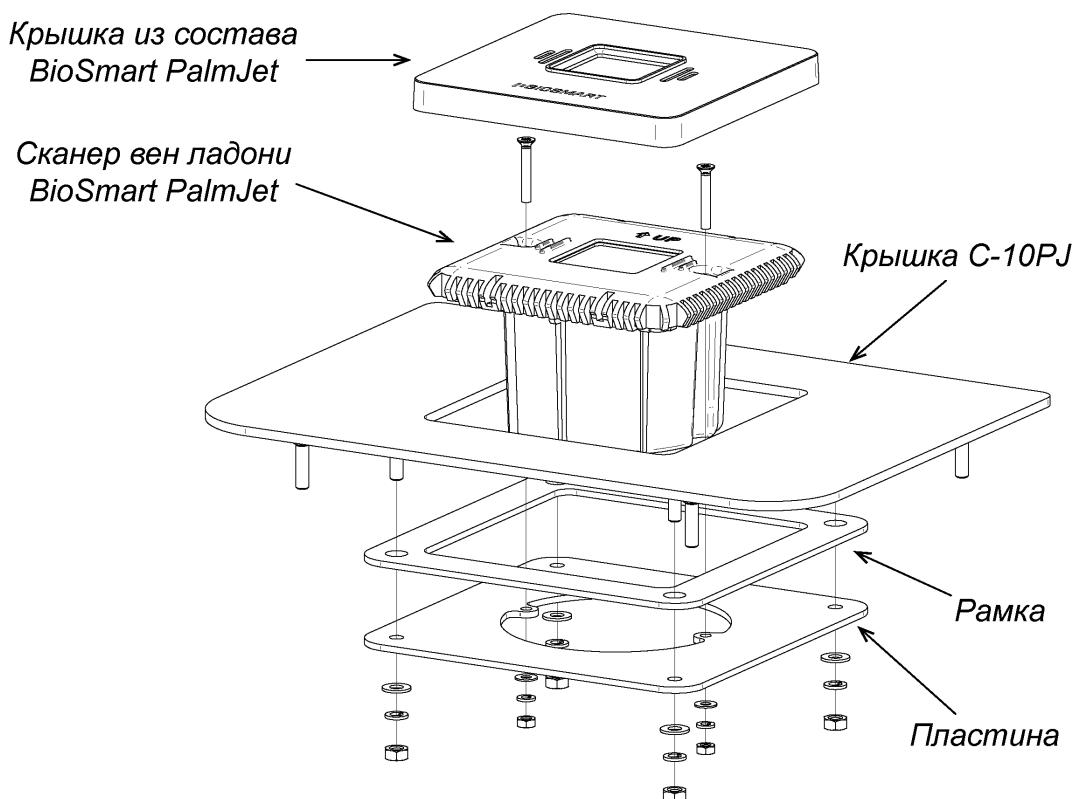

Рисунок 31. Боковая крышка PERCo-C-10PJ со сканером вен ладони BioSmart PalmJet
- Боковая крышка **PERCo-C-10PJ** предназначена для установки в турникет сканера вен ладони **BioSmart PalmJet**. Сканер поставляется отдельно от крышки. Крышка исполнена из нержавеющей стали, сканер устанавливается непосредственно на боковую крышку (см. рис. 31), монтажная пластина и рамка входят в комплект поставки боковой крышки.